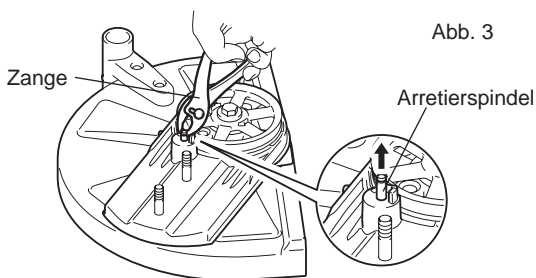

Abb. 3
- Nehmen Sie die Arretierspindel mit einem Schlitzschraubendreher oder einer Zange auf. (Abb. 3)